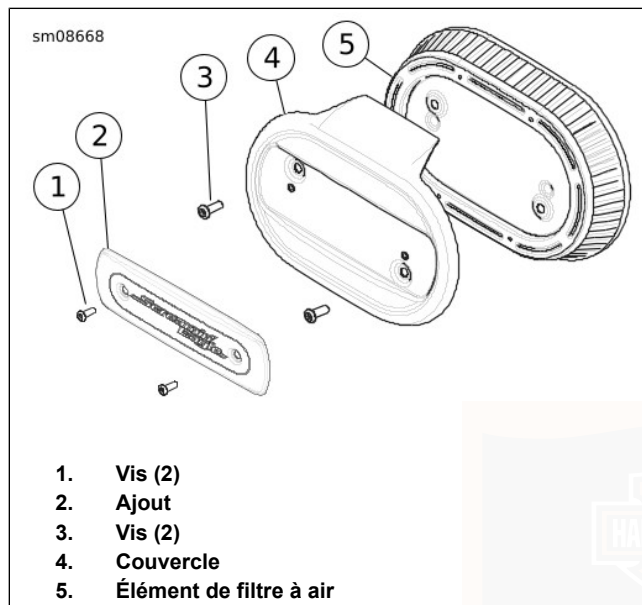

Figure 83. Élément de filtre à air
Voir Figure 83. L'élément de filtre étant exposé, de l'eau peut pénétrer dans le moteur par temps humide ou pluvieux. En stationnement, l'eau peut provoquer des dommages internes ou la corrosion du moteur. En fonctionnement l'eau peut entraîner des ratés du moteur.
1. Voir Figure 83. Déposer deux vis (1). Retirer la pièce de garniture (2).
2. Déposer les vis (3).
3. Retirer le couvercle de filtre à air (4) et l'ajout de filtre à air (5).
1. Voir Figure 83. Enduire les vis (3) de LOCTITE 243 MEDIUM STRENGTH THREADLOCKER AND SEALANT (FREIN FILET ET PRODUIT D'ÉTANCHÉITÉ D'INTENSITÉ MOYENNE LOCTITE 243) (bleu).
2. Poser l'élément de filtre à air (5) et le couvercle (4) avec les vis (3).